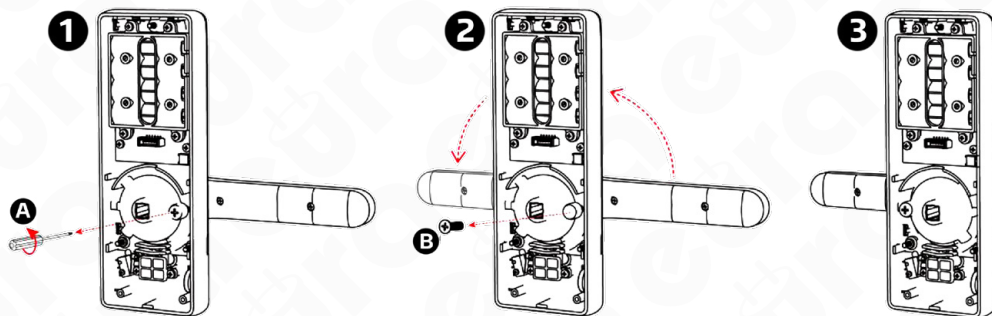

Fig. 7
- desenroscar el tornillo de bloqueo situado al lado del alojamiento del pasador (fig. 7, pos. 1-A)
- colocar el mango en la dirección deseada (fig. 7, posición 2)
- después de determinar la dirección, enrosque el tornillo que ajusta la dirección del mango (fig. 7, posición 3).